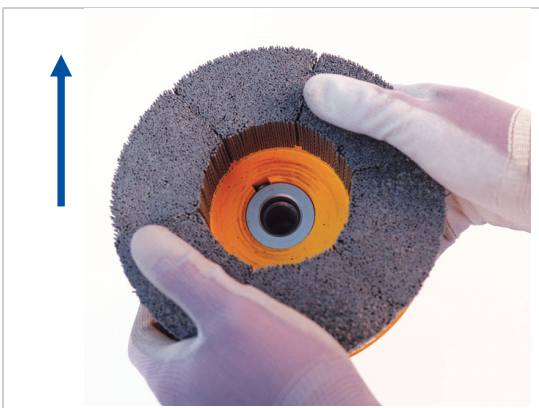

Abbildung 8: Bürste entfernen
3. Entnehmen Sie die Bürste vom Aufsteckfräserdorn, indem Sie die Bürste nach oben abziehen (siehe „Abbildung 8: Bürste entfernen“).